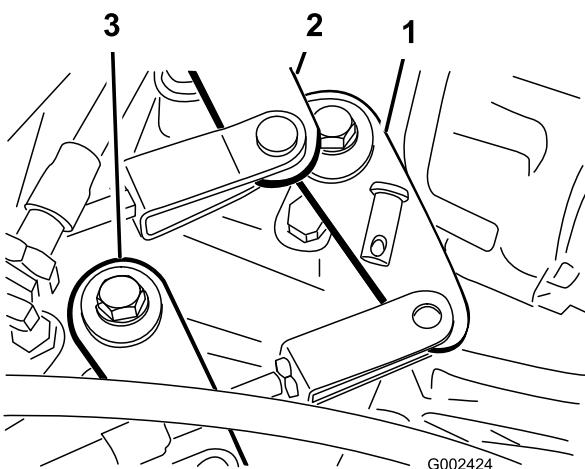

Figura 55
- Retire los pasadores de horquilla que fijan los cables del cambio de marchas a los brazos de cambio del transeje (Figura 55).
- Retire el pasador de horquilla que sujetá el cable de Alto-Bajo al transeje (Figura 55).